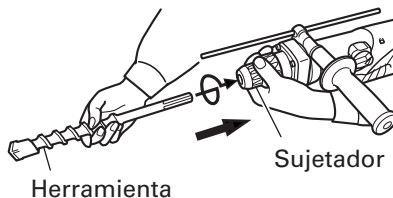

Fig. 2
- (1) Limpiar y engrasar la espiga con la grasa provista.
- (2) Para fijar la herramienta (espiga SDS max), insértela en el orificio hasta que entre en contacto con el extremo interior del mismo, como se muestra en la Fig. 2.